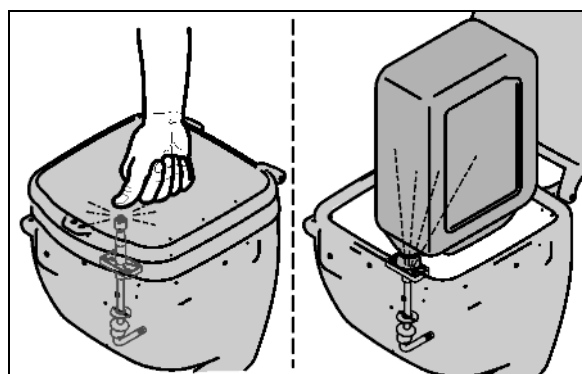

Fig. 67
- il coperchio ribaltabile viene premuto in basso (Fig. 67).